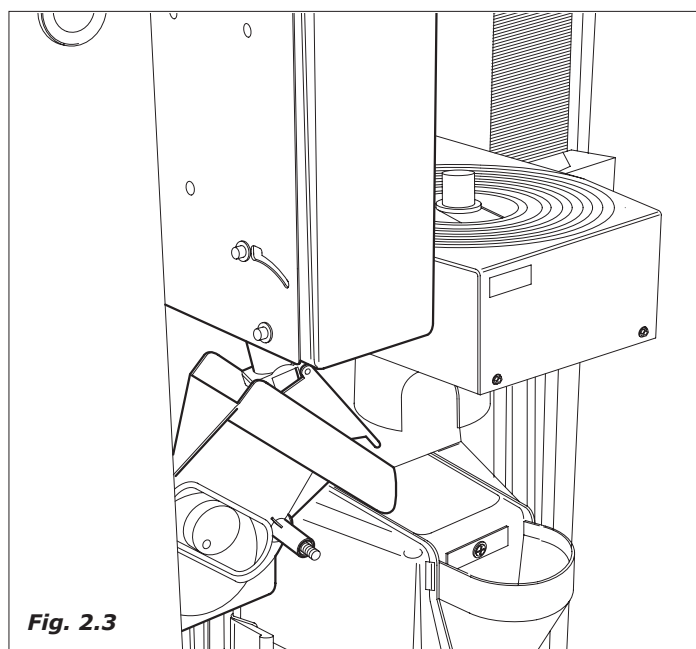

Fig. 2.3
- il motoriduttore aziona la coclea del contenitore zucchero, riversando la quantità desiderata all'interno del tubo di convogliamento (Fig.2.3)